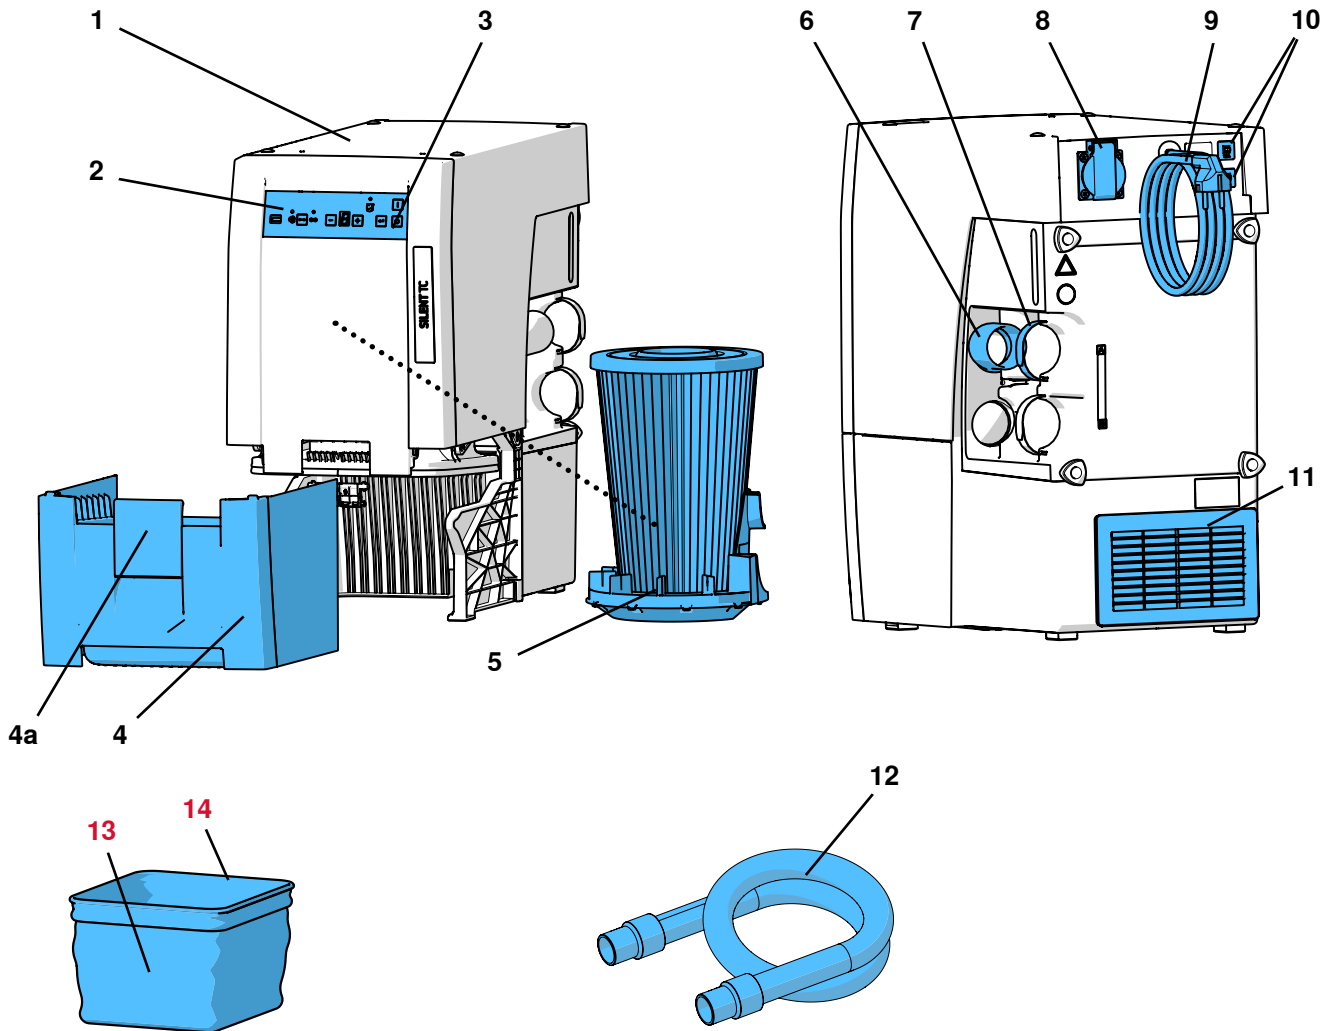

图 1
- 排气口(11, 图1) 没有阻塞。
- 外置排气管 (A)（参阅第4.6章）。
- 在柜壁 (B) 开最少250 x 120毫米的通风口，位置要直接与排气口（11, 图1）相对。
- 拆下机柜的背面 (C)，从机柜背面到墙壁距离至少要有50毫米。
- ⇒ 展开电线（9, 图1），将插头插入电源插座。
吸力取决于连接到电器插座（8、图1）的电器。